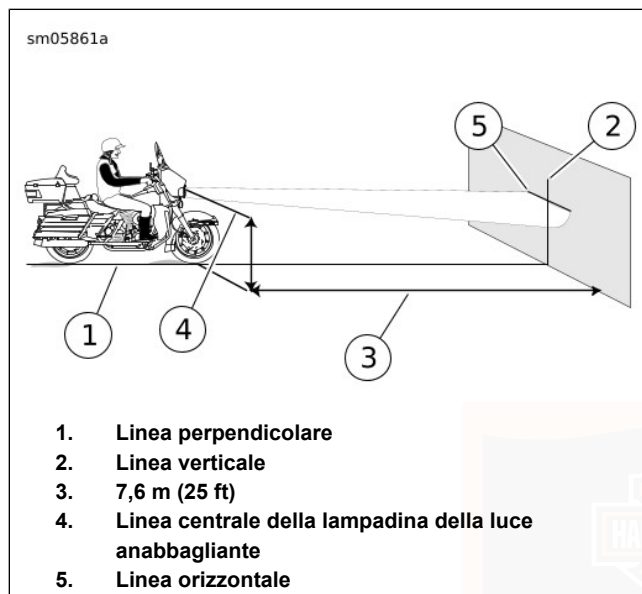

Figura 90. Allineamento del faro anteriore: Tipo a LED (tipico)
- b. **LED, carenatura montata sulla forcella:** Vedere Figura 90. Alla distanza misurata.
- b. **LED, carenatura montata sulla forcella:** Vedere Figura 90. Parte superiore del fascio di **luce anabbagliante** centrata sul segno.